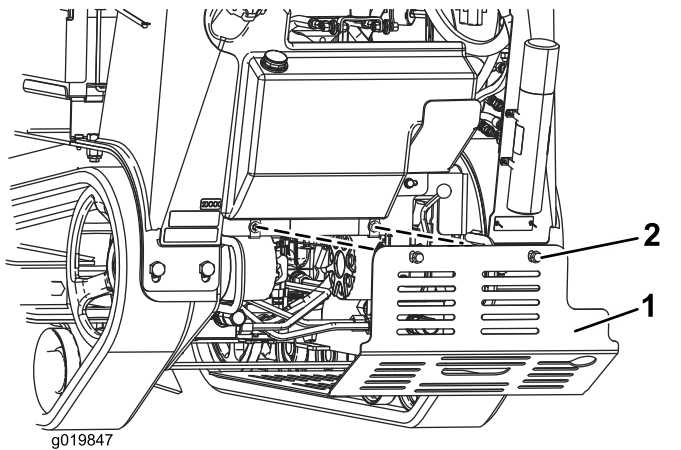

Figura 26
3. Allentate uno dopo l'altro i 2 bulloni che fissano lo schermo inferiore, fino a liberare completamente lo schermo (Figura 26).
5. Per montare lo schermo di protezione prima di mettere in funzione la macchina, fatelo scorrere nella macchina in modo che poggia su tutte e 4 le alette e fissatelo con i 2 bulloni che avete precedentemente allentato (Figura 26).